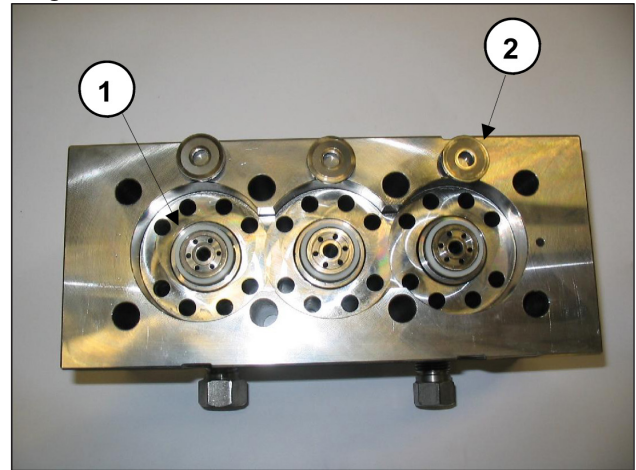

Abb. 41
**Achten Sie beim Ausbau der Buchsen darauf, nicht die Ventilsitze ① und die Flachventile ② wie in Abb. 41 gezeigt zu verlieren, da diese nur bündig eingesetzt sind und dadurch herausfallen können.**